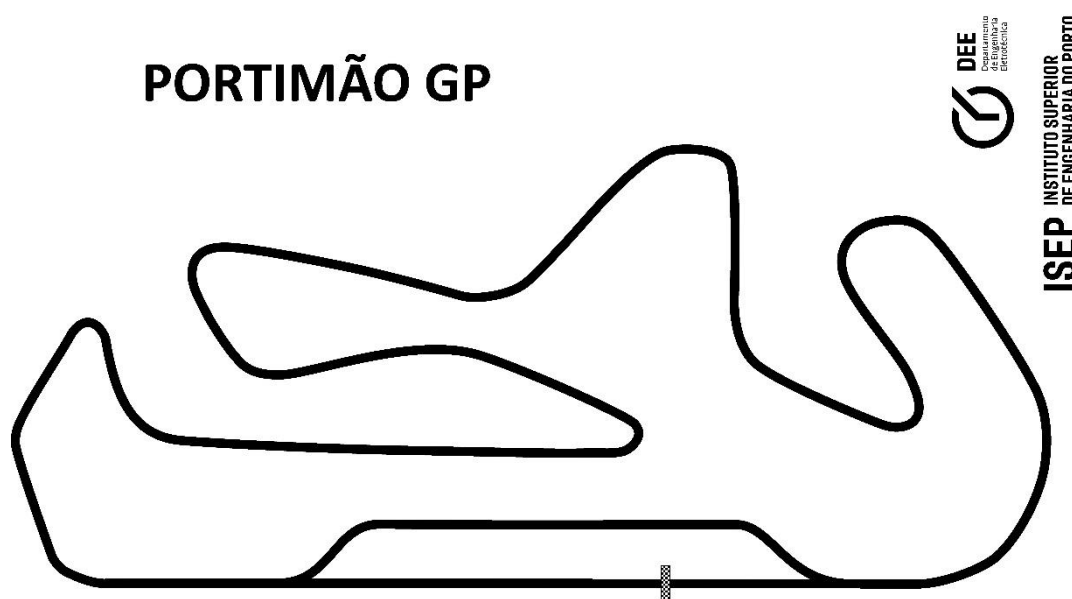

Figura 5: Pista correspondente ao circuito de Portimão (Portugal)
- c) Ronda 3: circuito de Portimão (ver Figura 5); e,